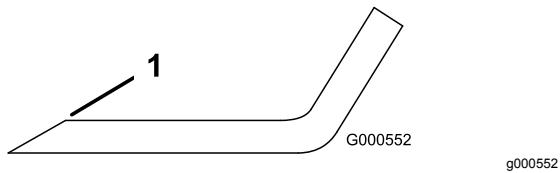

Figure 116
1. Au moyen d'une lime, aiguissez les tranchants à chaque bout de la lame (Figure 116).
**Remarque:** Si la lame est déséquilibrée, limez un peu l'extrémité de l'ailette seulement (Figure 116).